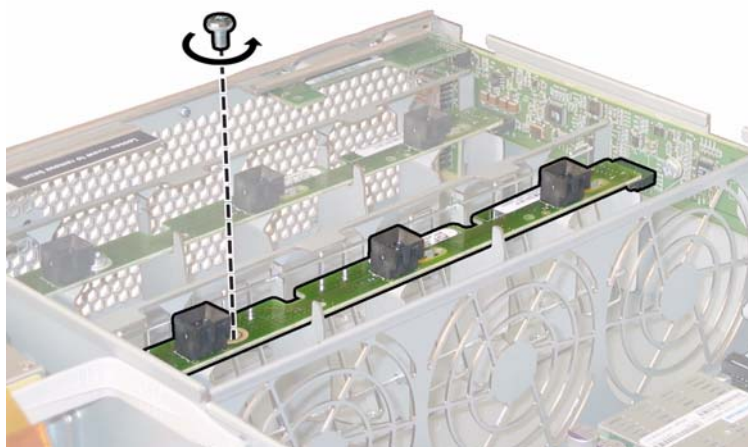

图 4-19 旋下风扇连接器板固定螺丝
5. 旋下将风扇连接器板固定到机箱的一颗螺丝。请参见图 4-19。